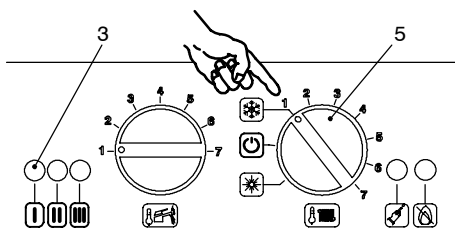

fig. 6.4
- 13 Dare alimentazione elettrica alla caldaia (interruttore bipolare); la lampada di segnalazione 3 in fig. 6.4 si accende circa ogni quattro secondi.
- 14 Ruotare il selettore di funzione 5 come in fig. 6.4. La lampada di segnalazione 3 lampeggia ad intermittenza circa ogni due secondi.